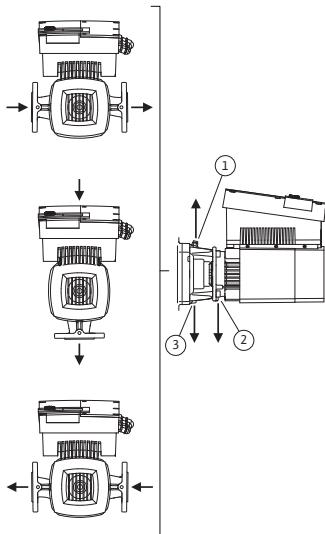

Fig. 23: Zulässige Einbaulagen mit horizontaler Motorwelle
Die zulässigen Einbaulagen mit horizontaler Motorwelle und Elektronikmodul nach oben (0°) sind in Fig. 23 dargestellt. Nicht abgebildet sind die zulässigen Einbaulagen mit seitlich montiertem Elektronikmodul (+/- 90°). Jede Einbaulage außer „Elektronikmodul nach unten“ (- 180°) ist zulässig. Die Entlüftung der Pumpe ist nur gewährleistet, wenn das Entlüftungsventil nach oben zeigt (Fig. 23, Pos. 1). Nur in dieser Position (0°) kann anfallendes Kondensat gezielt über vorhandene Bohrungen, Pumpenlaterne (Fig. 23, Pos. 3) sowie Motor (Fig. 23, Pos. 2) abgeführt werden. Dafür den Stopfen am Motorflansch entfernen (Fig. 7, Pos. 7a).
- Bei horizontaler Motorwelle ist die Lage der Kondensatbohrung nach unten erforderlich (Fig. 23, Pos.2). Gegebenenfalls muss der Motor entsprechend gedreht werden.